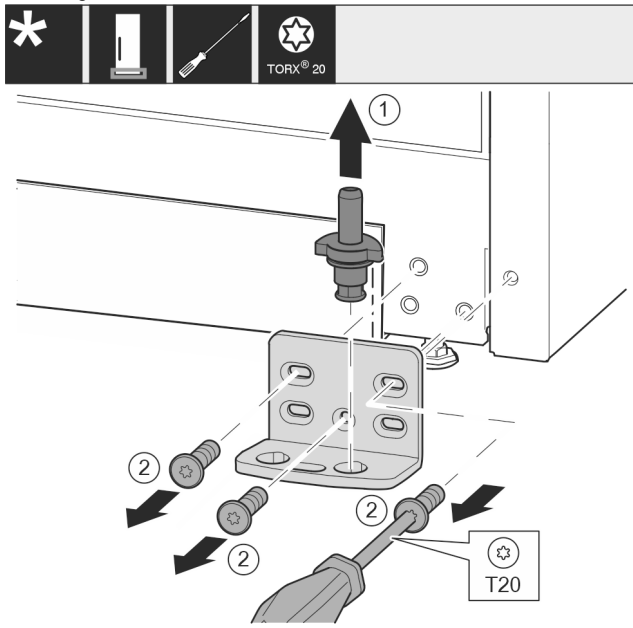

Fig. 17 *
- Lagerbolzen Fig. 17 (1) komplett nach oben herausziehen.*
- Schrauben Fig. 17 (2) mit Schraubendreher herausdrehen und Lagerbock abnehmen.*